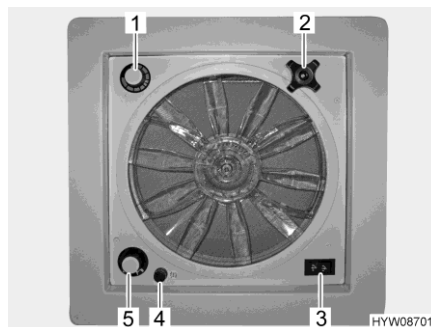

Bild 80 Dachhaube mit Ventilator
- ▷ Eine Sicherung 4 A (Bild 80,4) schützt den Ventilatormotor vor Überlastung. Wenn eine Überlastung aufgetreten ist: Zuerst Ursache ermitteln und beseitigen (z. B. Verschmutzung des Ventilators), erst dann Sicherung ersetzen.
- Dachhaube öffnen:* ■ Drehgriff (Bild 80,2) drehen, bis der gewünschte Öffnungswinkel erreicht ist.
- Belüften/entlüften:* ■ Kippschalter (Bild 80,3) auf "Belüften" (Luftstrom von außen nach innen) oder "Entlüften" (Luftstrom von innen nach außen) schalten.
- Ventilator ausschalten:* ■ Kippschalter (Bild 80,3) auf Mittelstellung schalten.
- Ventilatorgeschwindigkeit einstellen:* ■ Drehschalter (Bild 80,5) auf gewünschte Stufe stellen:
- Temperatur einstellen:* ■ Thermostat (Bild 80,1) bis zum Anschlag in Richtung "blau" drehen.
- Sicherung wechseln:* ■ Schwarze Kappe (Bild 80,4) eine Viertelumdrehung gegen den Uhrzeigersinn drehen.